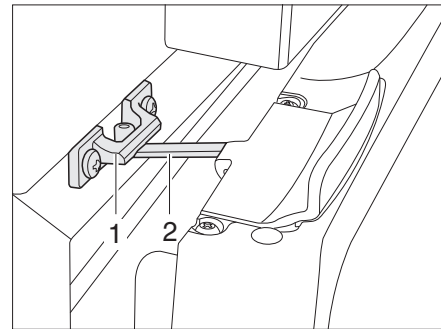

Fig. 136 Porta del frigorifero in posizione di ricircolo d'aria (Thetford)
- Aprire il bloccaggio (Fig. 136,2) e innestarlo nella sede di bloccaggio (Fig. 136,1). In questo modo la porta del frigorifero rimane ferma in posizione socchiusa.